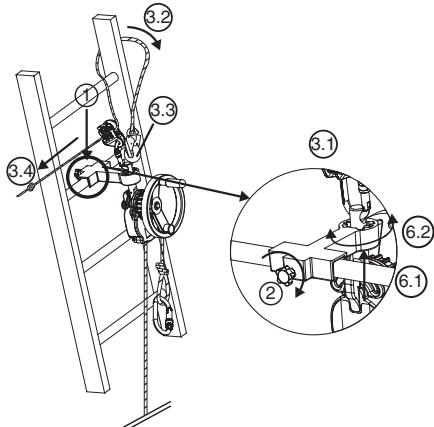

Рис. 7
#### 6.3.3. Устройство derope™ UP K (рис. 7)
1. Установите маленький опорный кронштейн на поперечину лестницы в положение, требуемое для проведения спасательной операции, над эвакуируемым лицом (рис. 7, 1).
2. Зафиксируйте блокирующий штырь, находящийся позади опорного кронштейна, с помощью завинчивающейся головки (рис. 7, 2).
отверстие в верхней части крепежного штыря (рис. 7, 3.1).
- Оберните страховочный строп вокруг поперечины, находящейся над кронштейном, обойдя одну из стоек лестницы (рис. 7, 3.2).
- Присоедините карабин страховочного стропа к карабину приспособления для регулировки длины стропа LCM 05 (рис. 7, 3.3).
- Натяните страховочный канат, потянув за свободную ветвь (рис. 7, 3.4).
6. Установите устройство derope™ в нужное положение, меняя положение крепежного штыря в делительном устройстве (рис. 7, 6.1–6.2).